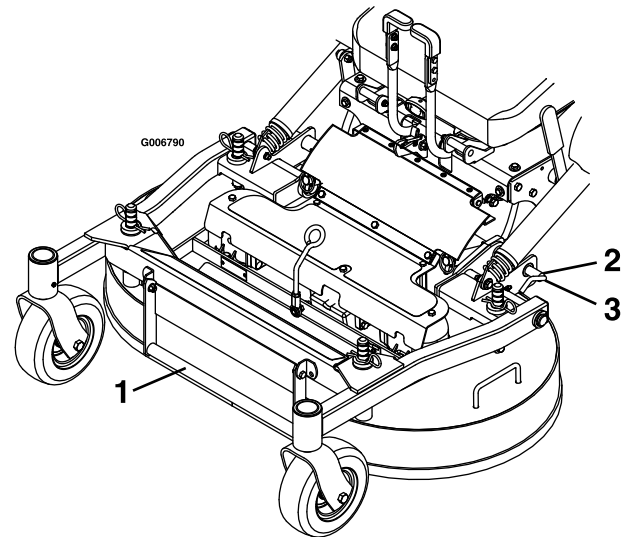

Figure 10
6. Dégagez les goupilles de verrouillage de chaque côté du plateau de coupe (Figure 10).
4. Enfoncez les goupilles de verrouillage du plateau vers l'intérieur et tournez-les vers l'avant pour verrouiller solidement le plateau en position abaissée (Figure 10).